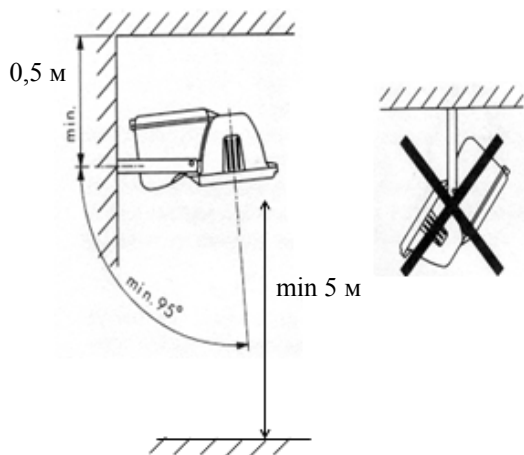

Рис. 8
4.2. Крепление пржектора на опорной поверхности должно производиться с соблюдением расстояний, указанных на рис. 8.
5.3. Установить выносной блок и пржектор с закрепленным на лире блоком горячего перезапуска, закрепив лиру пржектора на опорной поверхности винтами М16, под шляпки винтов следует поместить стопорные шайбы (усилие затяжки 100 Н/м). Расстояние между пржектором и освещаемой поверхность не должно быть менее 5 м (см. рис. 8). Рабочее положение для пржекторов с симметричным и круглосимметричным отражателем смотри на рис. 8а, для пржектора с асимметричным отражателем – 8б.
Рис. 8а
Рис. 8б